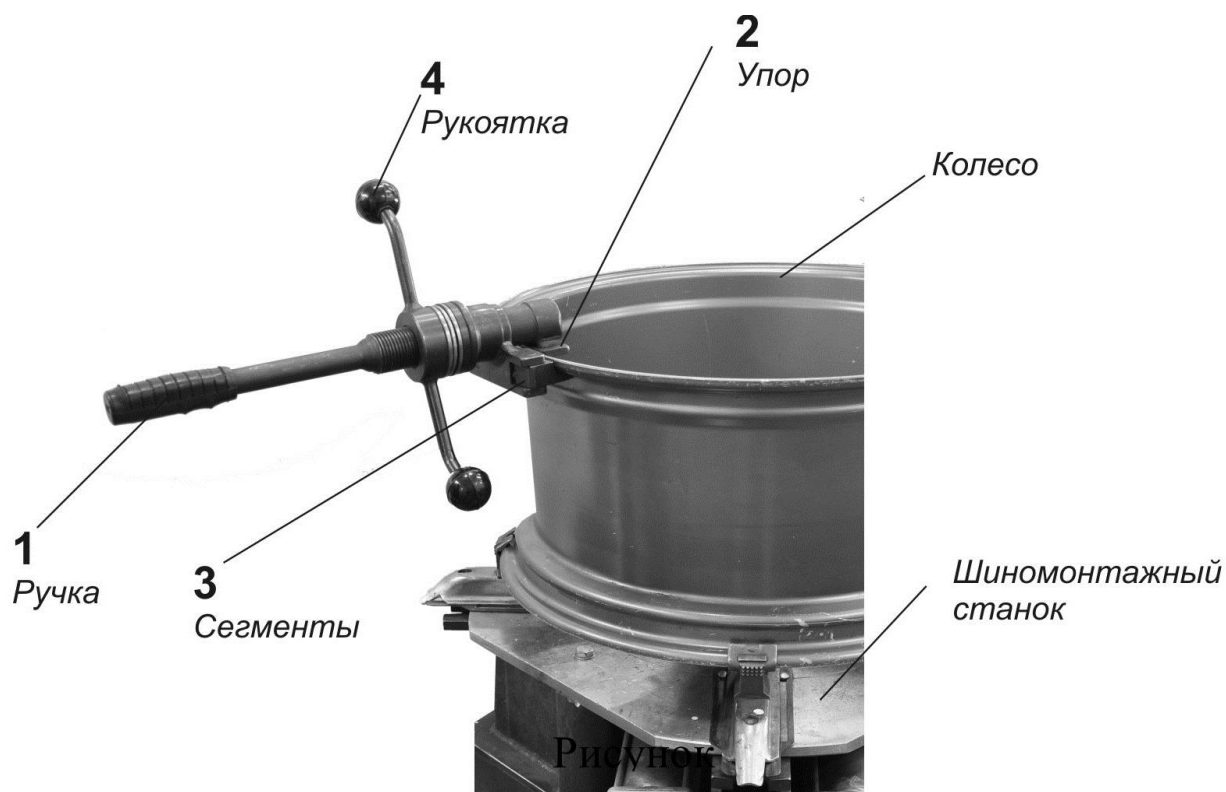

Рисунок 7
5.3.1 Установить приспособление №2 на обод колеса (см. Рисунок 7) так, чтобы упор 2 касался деформированного участка, а сегменты 3 находились бы на некотором расстоянии от полки обода.